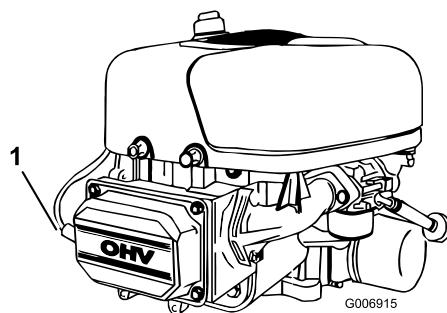

Figura 24
5. Desconecte el cable de la bujía (Figura 24).
3. Conecte el cable de la bujía (Figura 24).